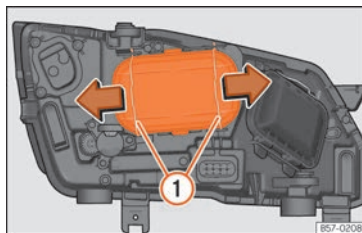

Fig. 108 Dans le compartiment moteur : retirer le cache.
2. Déplacez les tirants » » fig. 108 ① dans le sens de la flèche puis retirez le cache.